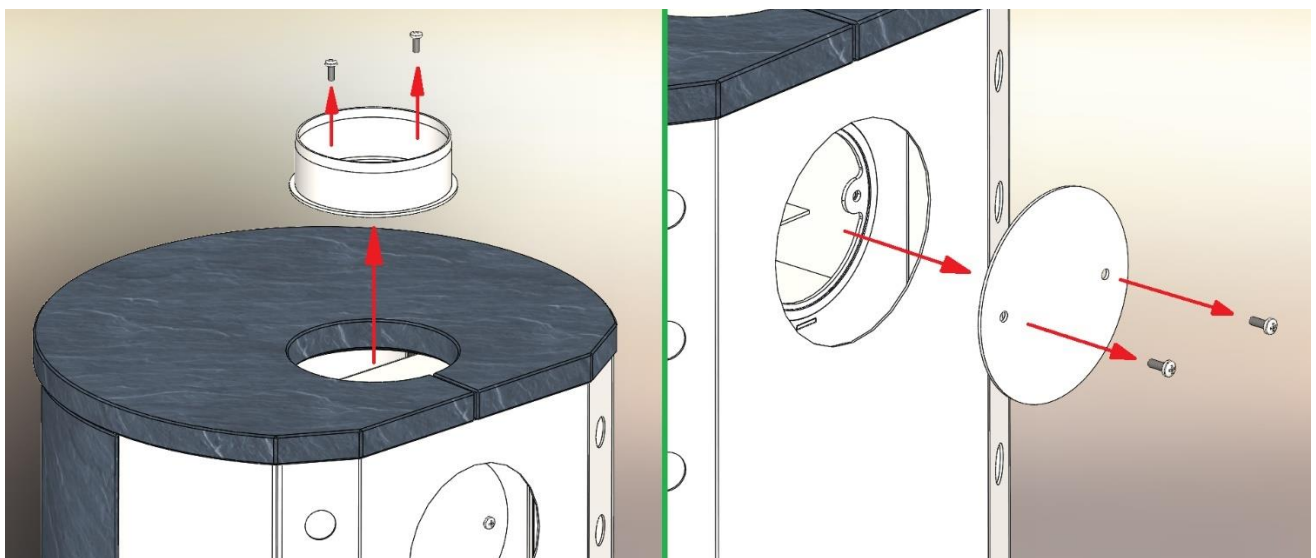

Figura 2 Demontarea racordului/capacului de evacuare a gazelor arse
3. Figura 2 Demontarea racordului/capacului de evacuare a gazelor arse	Pagină 5